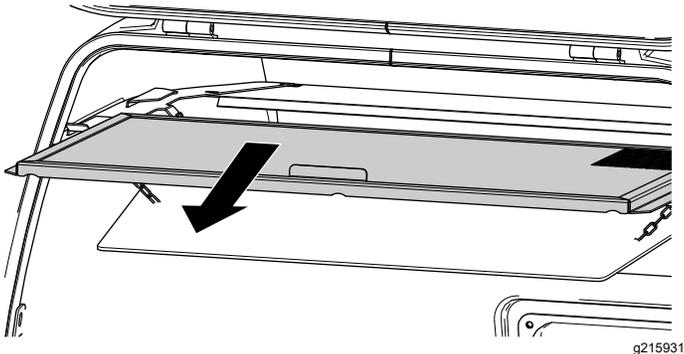

**Figura 138**
2. Tire hacia abajo de la palanca de liberación en la parte inferior de la rejilla de la tolva (Figura 138).